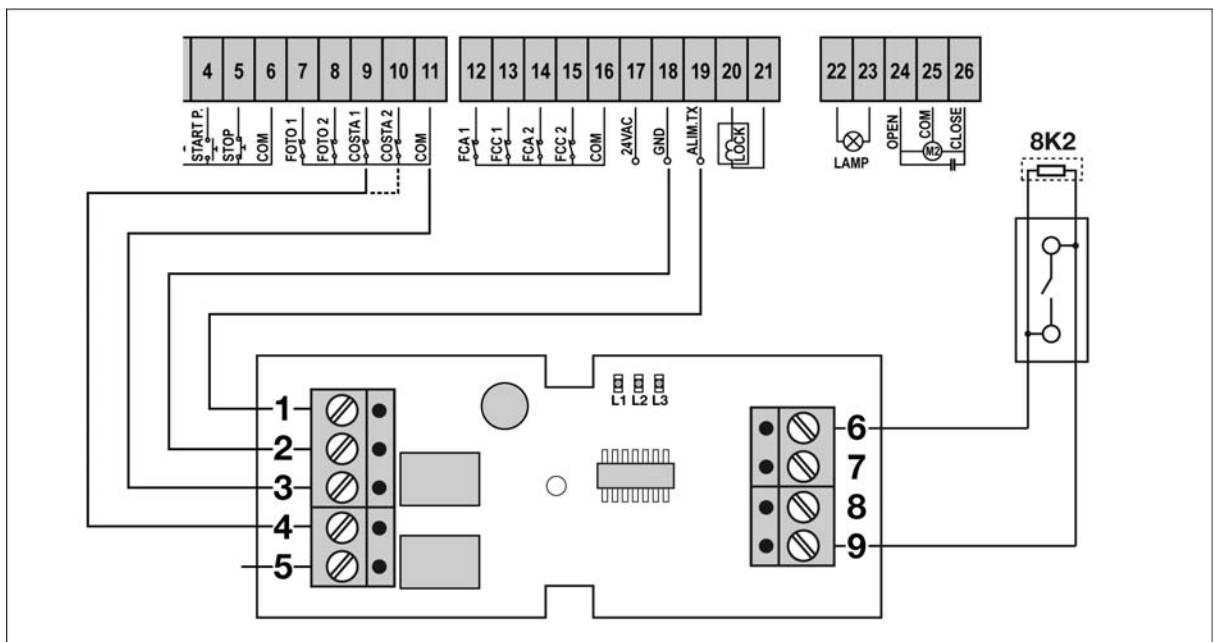

Fig. 3
3.2 Anschluss der Auswerteeinheit an der Motorsteuerung MS1000 (Fig. 3)
Schließen Sie die Auswerteeinheit und die Schließkantensicherung entsprechend Fig. 3 an der Motorsteuerung MS1000 (Drehtorantriebe DA- und DX-Serie) an.